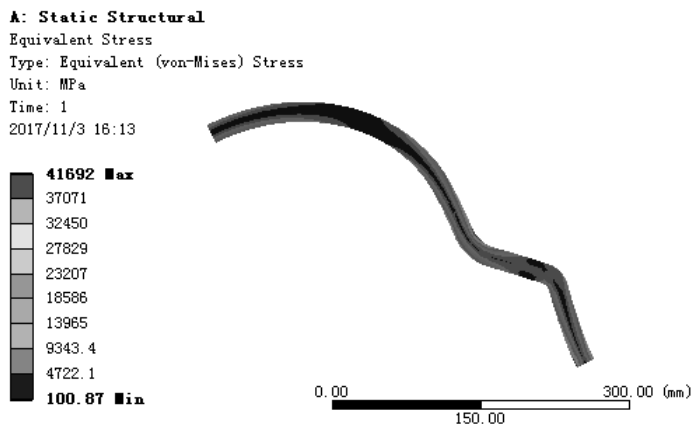

图 7.5.52 应力结果图解
(1) 求解分析。在顶部工具栏中单击 **Solve** 按钮求解分析。
(2) 查看应力结果图解。在“Outline”窗口中选中 **Equivalent Stress**，查看图 7.5.52 所示的总应力结果，其最小应力为 100.87MPa，最大应力为 41692MPa。